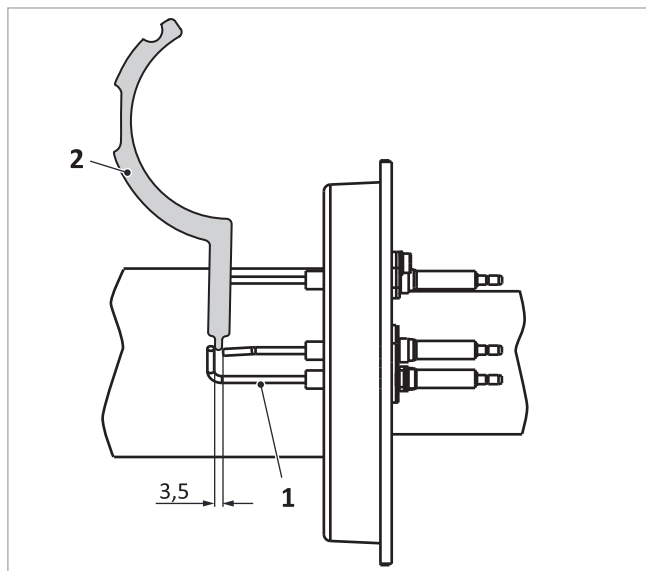

Fig. 50: Distanza tra elettrodi e massa dell'elettrodo di accensione
2. Controllare le distanze dell'elettrodo di ionizzazione con l'ausilio di un calibro per elettrodi → Fig. 50 (2) (se occorre correggere piegando con cautela).
- Elettrodi fra loro → Fig. 50 (1): 3,5 mm